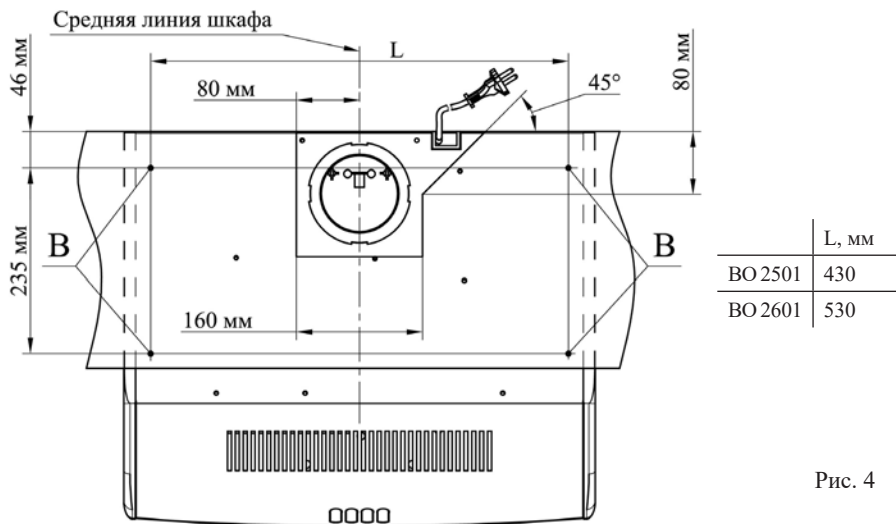

Рис. 4
- 6.7 Также предусмотрен вариант крепления воздухоочистителя к навесному шкафу через крепежные отверстия, расположенные на верхней стенке воздухоочистителя. Разметьте и просверлите отверстия А диаметром 6 мм в дне шкафчика согласно рис. 4, подготовьте проем. При эксплуатации в рециркуляционном режиме проем под фланец не выполнять. Зафиксируйте воздухоочиститель к шкафчику четырьмя винтами и гайками М5 (в комплект поставки не входят приобретаются отдельно).